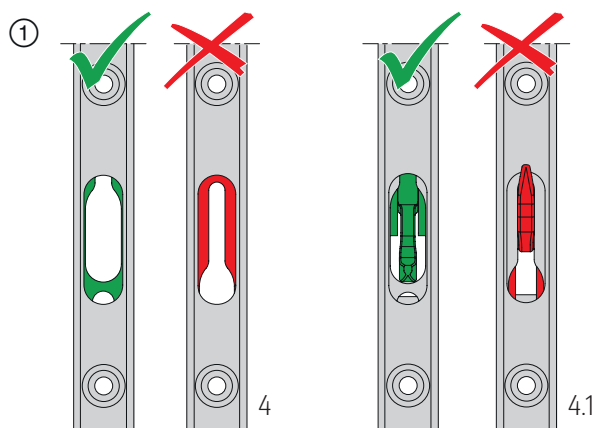
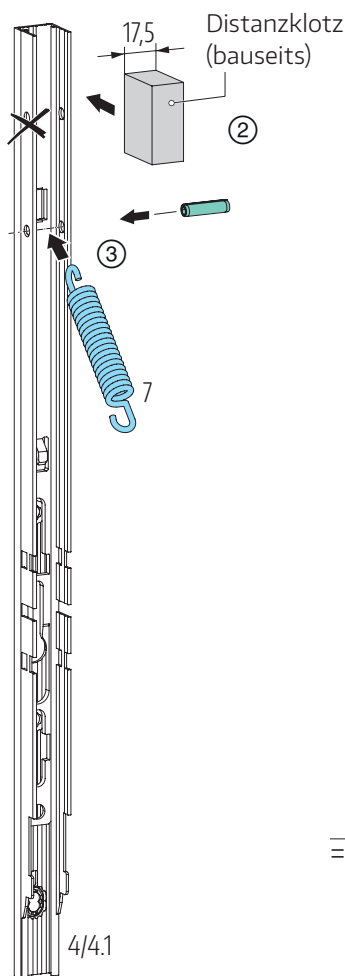

Abb. 15
Abb. 16
- ① Getriebe für Bolzen 4 oder Getriebe mit Haken 4.1 in Schiebstellung (angehobene Position) bringen; **Abb. 15.**
- ② Distanzklotz (bauseits) als Montagehilfe in Getriebestulp einsetzen.
- ③ Schraubenzugfeder 7 und Spannstift positionieren; **Abb. 16.**